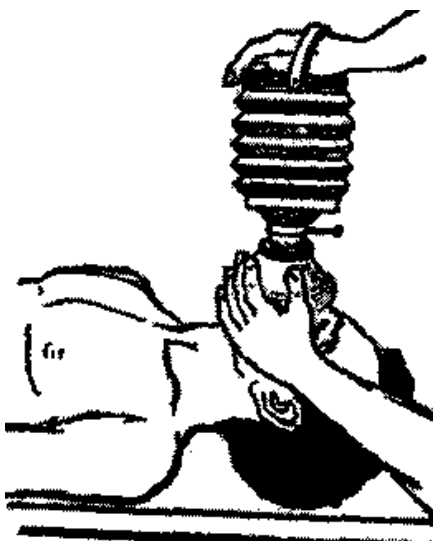

Рисунок 1
*Аппаратные способы* требуют применения специальных аппаратов, которые обеспечивают вдухание и удаление воздуха из легких через резиновую трубку, вставленную в дыхательные пути, или через маску, надетую на лицо пострадавшего. Простейшим из аппаратов является ручной портативный аппарат (рис. 1), предназначенный для искусственного дыхания и аспирации (отсасывания) жидкости и слизи из дыхательных путей. Основными частями его являются небольшой мех, приводимый в действие рукой, и маска, плотно накладываемая на рот и нос пострадавшего.